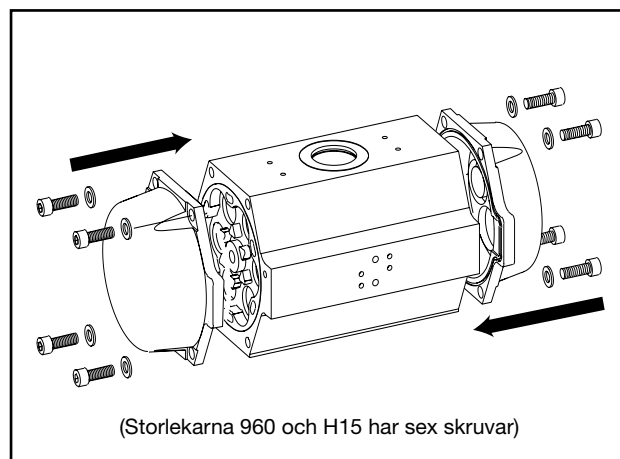

Bild 8 Demontera ändlocken
- Innan man monterar på drivningen på armaturen, ska man kontrollera att lägesindikeringen är korrekt. Se bild 8 och avsnitt 9.1, Påmontering av en drivningen på armaturen.